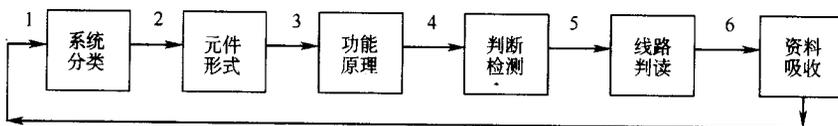

图 1-1 自我学习测评流程
(2) 详列各系统的元件组成和形式，并区分出各种形式的异同点。
(3) 理解各元件的作用、功能、原理，并逐条列项。
(4) 学习如何判断元件功能是否良好，利用各种检测方法及应用仪器设备的应用。
(5) 加强线路图的识别能力，根据线路图判断检测元件。
(6) 资料收集与整理，以及维修案例的总结能力。吸收新资料与知识，建立正确的维修操作程序与设定步骤。自我学习方法的测评流程如图 1-1 所示。